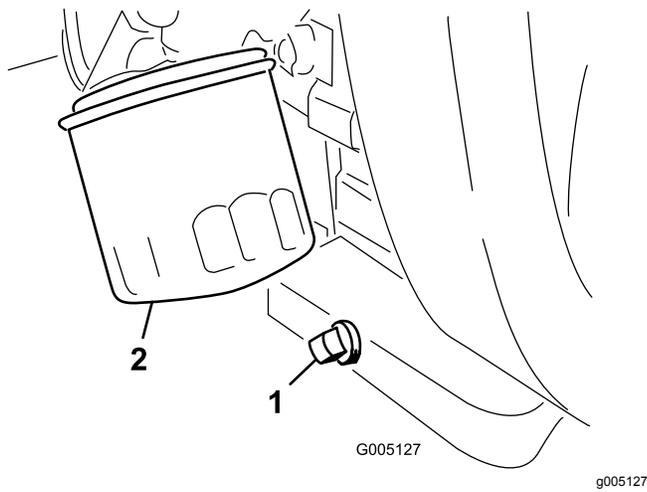

Figure 39
1. Retirez le bouchon de vidange (Figure 39) et laissez couler l'huile dans un bac de vidange.
2. Nettoyez le filetage du bouchon de vidange, enduisez-le de produit d'étanchéité au PTFE et remettez le bouchon en place (Figure 39).
3. Déposez le filtre à huile (Figure 39).